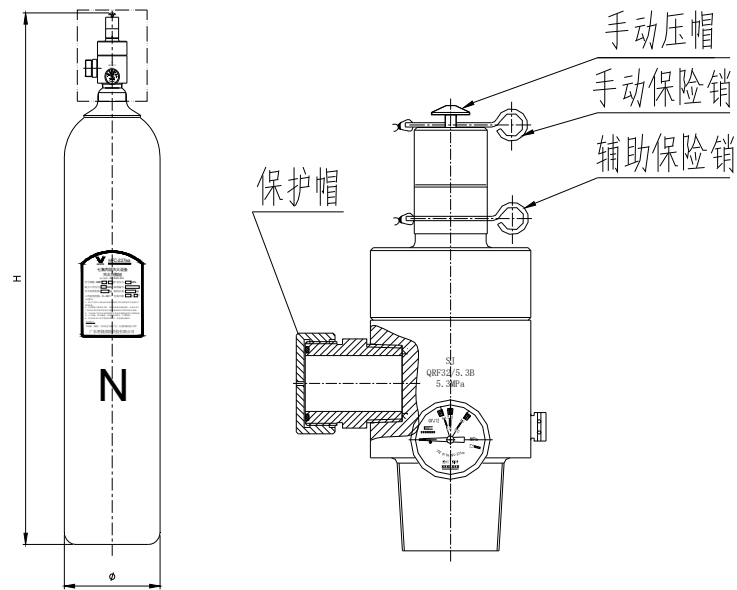

图5 灭火剂瓶组及容器阀
1.2 无缝钢瓶瓶组结构（图5）：灭火剂瓶组主要由灭火剂及容器、容器阀、虹吸管、安全泄放装置、灭火剂取样口、压力型检漏装置及误喷射防护装置等组成。